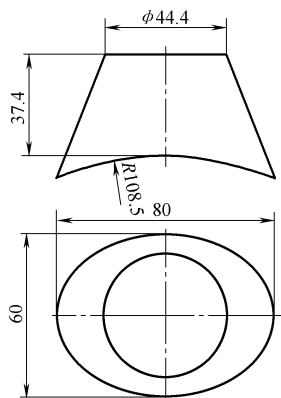

图 3-18
7. 图 3-18 所示为一圆—椭圆鞍形接管，试用三角形展开法对其进行展开。